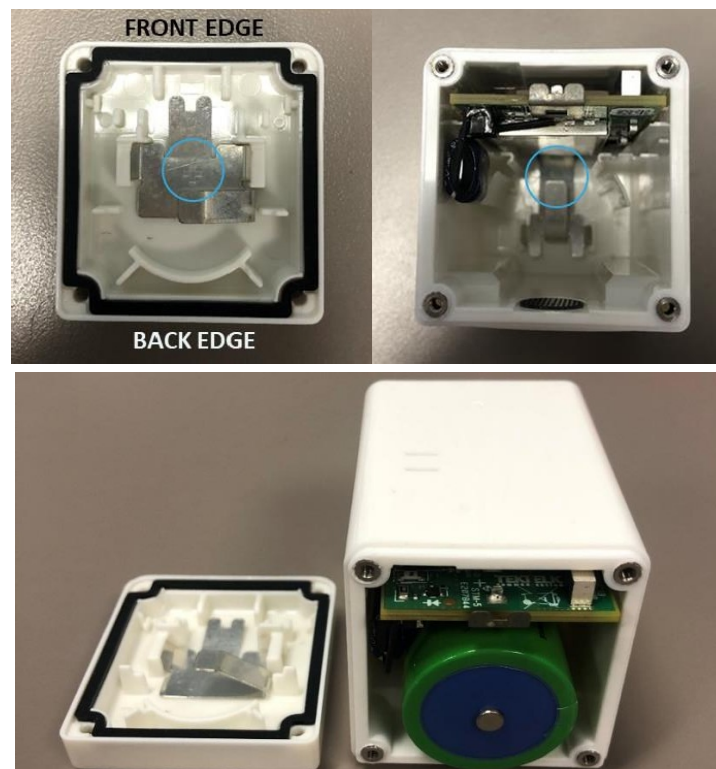

Abbildung 2-6: Polaritätsmarkierungen und Einlegen der Batterie
2. Entfernen Sie die leere Batterie und ersetzen Sie sie **AUSSCHLIESSLICH** durch eine neue 3,6-V-Lithium-Thionylchlorid-Batterie der Größe C. Legen Sie die Batterie mit dem Minuspol voran ein. Der Batteriekontakt auf der Batterieabdeckung ist der Pluspol und mit einem Pluszeichen gekennzeichnet, wie in Abbildung 2-6 dargestellt.